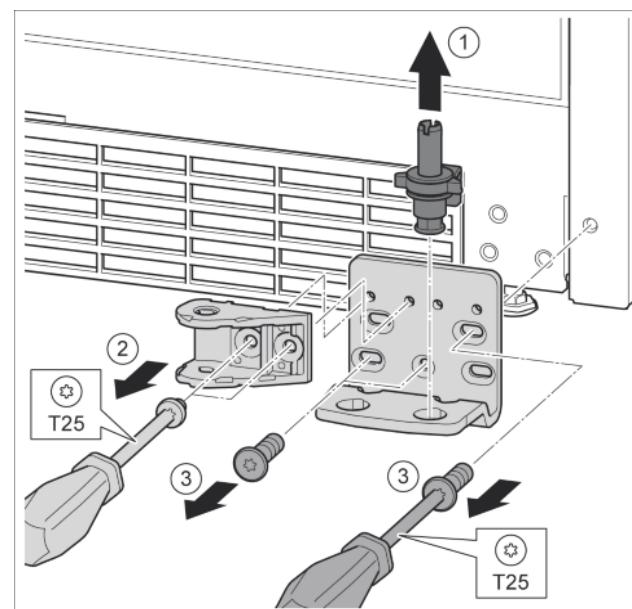

Fig. 35
- Опорный палец полностью извлечь движением вверх. Fig. 35 (1)
- Открутить винты отверткой T25 и снять соединительный элемент амортизатора закрывания дверей. Fig. 35 (2)
- Открутить винты отверткой T25 и снять опорный кронштейн. Fig. 35 (3)